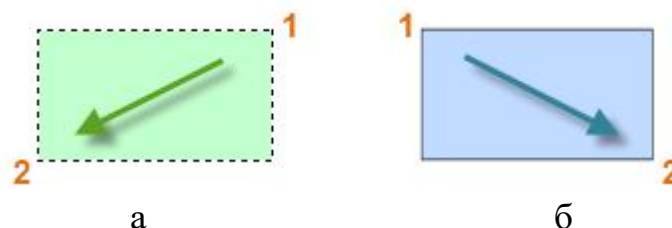

Рисунок 4.2 – Способи вибору об'єктів: а – вибір січною рамкою, б – вибір рамкою
Іноді необхідно вибрати кілька об'єктів. Щоб не обирати кожен об'єкт окремо, можна вибрати об'єкти у певній області. Для цього клацніть ЛКМ порожній простір (1), перемістіть курсор ліворуч або праворуч, а потім повторно клацніть мишкою (2) (рис. 4.2).
За допомогою січної рамки виділяються всі об'єкти, які повністю або частково знаходяться в межах зеленої області (рис. 4.2, а). За допомогою рамки вибору виділяються тільки ті об'єкти, які знаходяться повністю всередині синьої області (рис. 4.2, б).